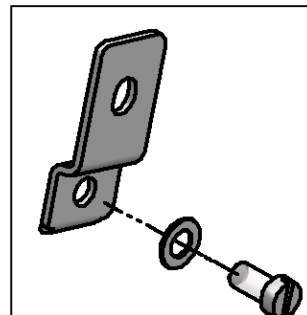

Abb. 5-2 Wandbefestigungsset
- Hängen Sie das Elektro-Betäubungsgerät mit unserem Wandbefestigungsset* (Abb. 5-2) in einer Höhe von mindestens 1,6 m auf. Benutzen Sie zum Aufhängen die 4 Befestigungslöcher, die auf der Rückseite des E-Betäubungsgerätes angebracht sind.